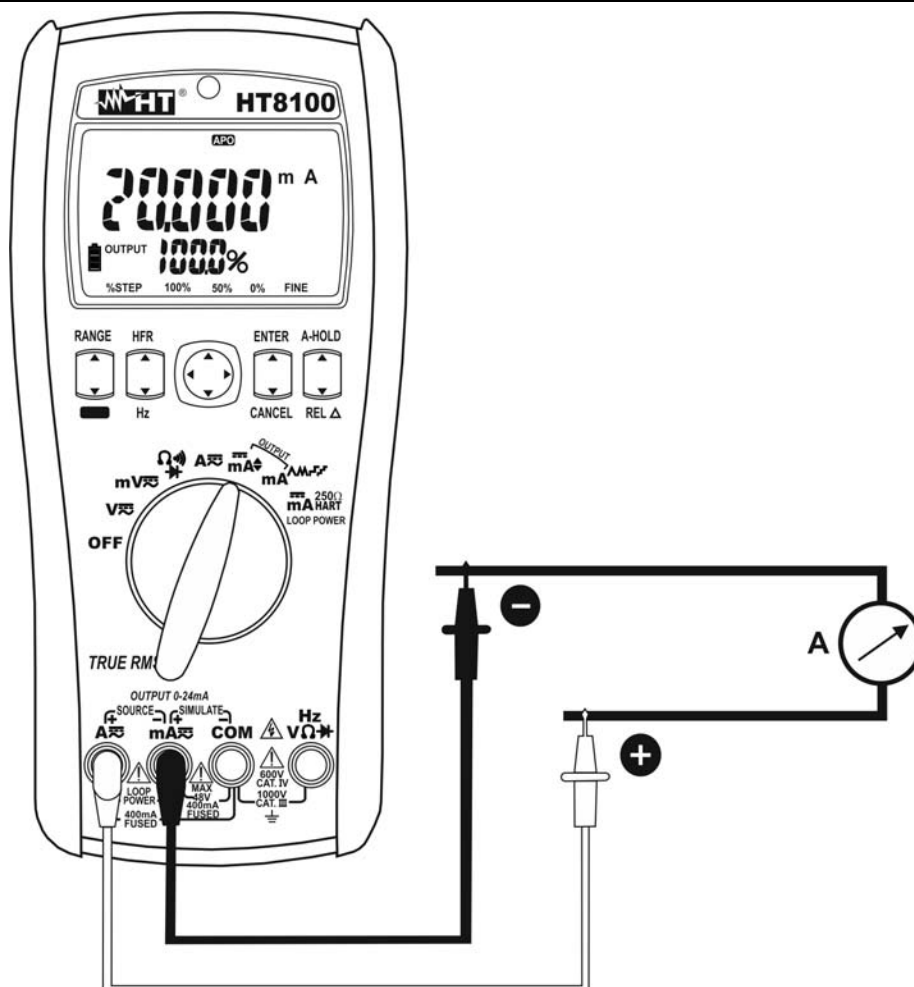

Fig. 8: Uso del instrumento para generación de corriente CC
5. Posicione la punta roja y la punta negra respectivamente en los puntos a potencial positivo y negativo del dispositivo externo pasivo que debe recibir la alimentación (vea Fig. 8)